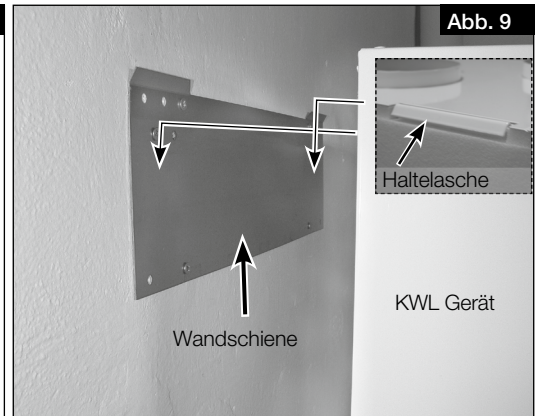

Abb. 9
5. Gerät an den Haltetaschen in die Wandschiene einhängen (s. Abb. 9).